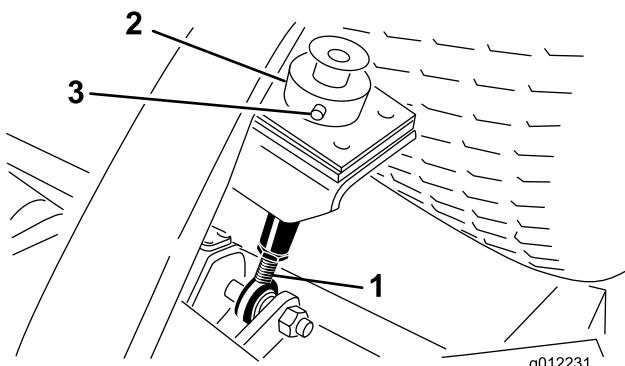

Figura 8
- Retire o contrapino tipo grampo e pino de segurança que fixam o anel da altura de corte à barra de altura de corte na parte posterior da unidade de corte (Figura 8).
- Alinhe o anel de altura de corte nos orifícios de altura de corte desejados na vareta da altura de corte (Figura 8 e Figura 9).